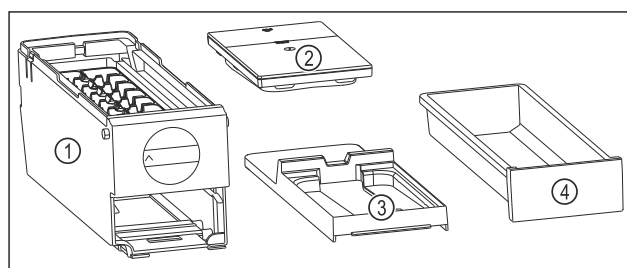

Fig. 123 Bestanddelen van de EasyTwist-Ice
- EasyTwist-Ice is in vier delen gedemonteerd. (zie Fig. 123)
- EasyTwist-Ice alleen in afgebeelde bestanddelen demonteren. (zie Fig. 123)
- EasyTwist-Ice-corpus Fig. 123 (1) als geheel reinigen.